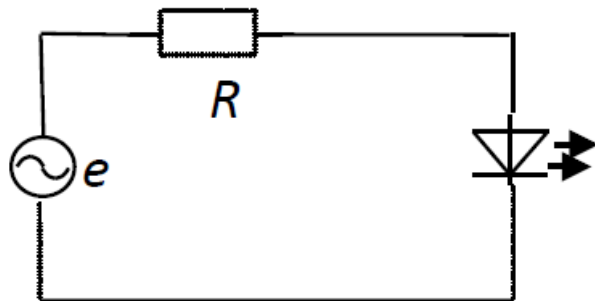

Рис.1
1. В схеме рис.1 действующее значение напряжения источника питания  $E=10\text{ В}$ ; величина ограничивающего сопротивления  $R=1\text{ кОм}$ ; Параметры схемы замещения диода:  $r_i=2\text{ Ом}$ ;  $E_0=0,7\text{ В}$ .